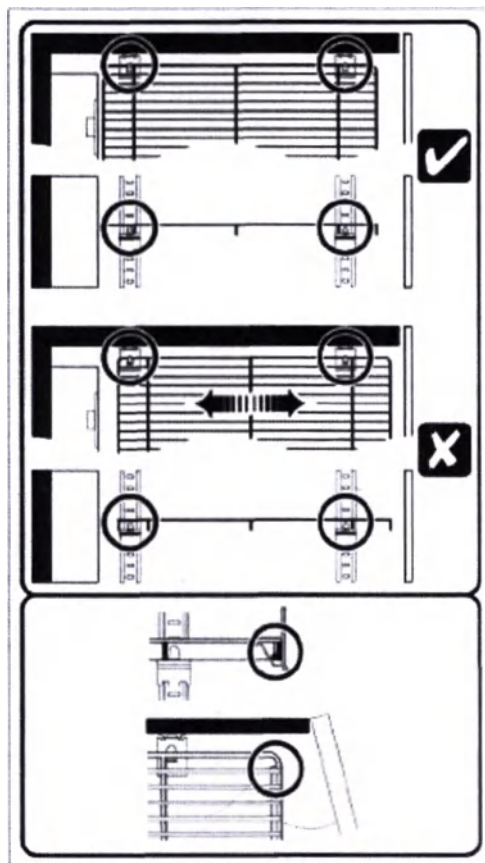

Рисунок 3 – Схема установки полок
- Удостоверьтесь, что горизонтальные металлические рейки под полкой находятся между передними и задними полкодержателями (рисунок 3).